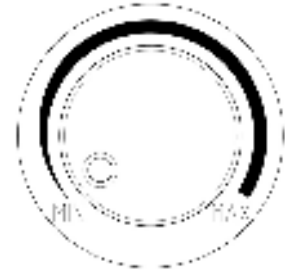

fig. 7
- Zur Aktivierung der Funktion FROSTSCHUTZ drehen Sie den Knopf "A" (Abb. 1) (Abb. 7) und wählen die Heizleistung durch Drehen des Knopfes "B".
- Para activar la función ANTICONGELACIÓN, gire la manija "A" (fig. 1) (fig. 7) y seleccione la potencia de calentamiento con la manija "B".